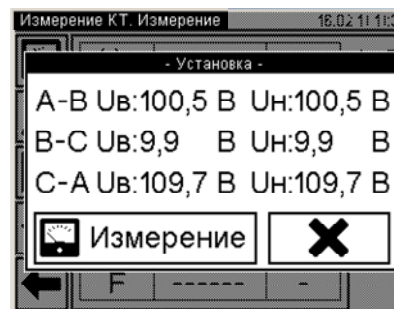
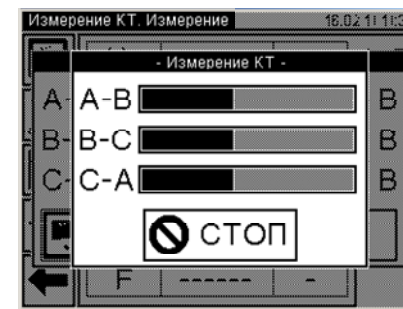

Рисунок 6.84
Рисунок 6.85
12) Включить режим установки напряжения внешнего источника питания, щелкнув по кнопке  в поле "Измерение" (рисунок 6.77). На экране появится окно "Установка" (рисунок 6.84).
14) Установить номинальное значение междуфазного напряжения трансформатора, регулируя выходное напряжение внешнего источника питания и контролируя его значение в окне (рисунок 6.84).
15) Выполнить измерение, для чего щелкнуть по кнопке  "Измерение" (рисунок 6.84). На экране появится окно, демонстрирующее динамику процесса измерения (рисунок 6.85). При необходимости процесс измерения может быть остановлен нажатием кнопки .